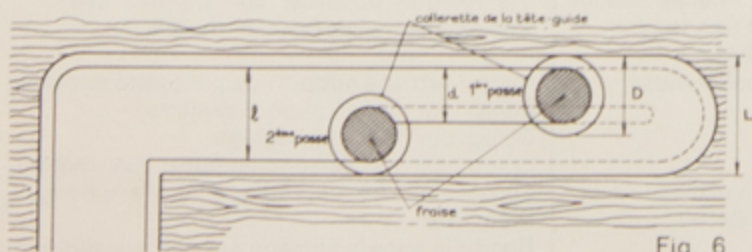

Fig. 6
2) Si l'équerre est de largeur supérieure à la fraise de diamètre maxi (fig. 6), son logement devra être exécuté en deux passes parallèles, avec une fraise de diamètre supérieur à la moitié de la largeur de l'équerre, afin que les deux passes se recoupent, soit pour une équerre de 25 mm de largeur, avec une fraise de diamètre supérieur à $\frac{25}{2} = 12,5$ mm (une fraise de 15 mm par exemple).